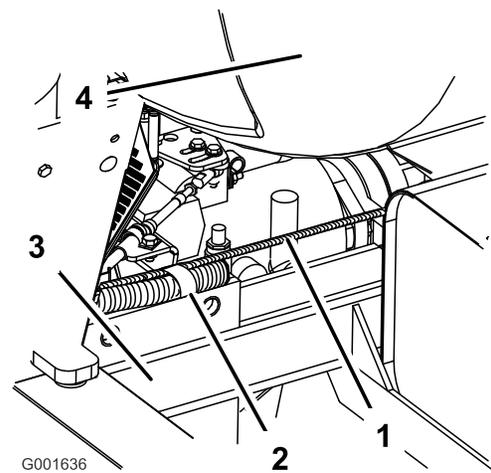

Figure 13
Remarque: Le faisceau de câblage doit suivre le côté gauche du cadre et passer vers l'arrière et au-dessus du cadre derrière le siège (Figure 13).
2. Placez le faisceau dans le collier en R situé derrière le siège du conducteur et sur le haut du cadre (Figure 13).